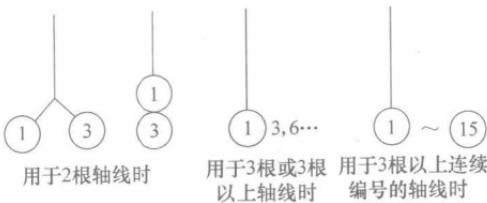

图 1-2 详图的轴线编号
5) 对于详图上的轴线编号，若该详图适用于几根轴线时，应同时标注有关轴线的编号；通用详图中的定位轴线，一端只画圆，不注写轴线编号，如图 1-2 所示。